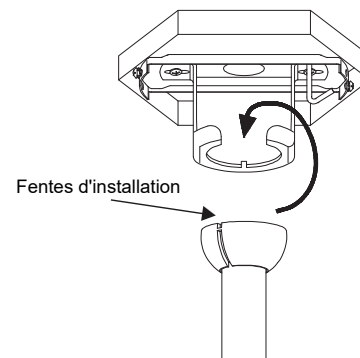

Fig. 7
Étape 7. Placez la rotule de la tige de suspension dans la prise du support de suspension (**Fig 7**).
Tournez l'ensemble jusqu'à ce que Check Tab (languette de contrôle) se trouve dans Registration Slot (Fente d'installation) et qu'il soit fermement logé (**Fig. 7**).